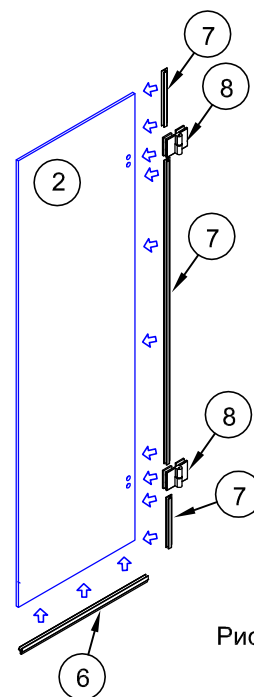

Рис. 7
Установить прокладки и детали петель в вырезы на стекле двери шторки №2 (рис.7).
4.2. На торец стекла двери шторки №2 установить уплотнитель №7. Отрезки уплотнителя подрезать для плотного прилегания к петлям №8 (Рис.7).